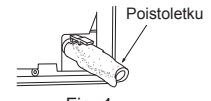
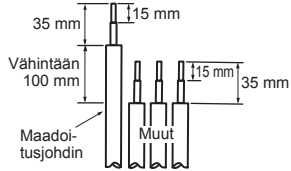

Fig. 4
Fig. 5
- 5) Aseta poistoletku kokonaan sisäyksikön takana oikealla olevaan poistoastiaan (Fig. 4).
- 6) Aseta poistoletku seinäreiän holkkiin (C) ja ripusta sisäyksikön yläosa asennuslevyyn (1). Siirrä sitten sisäyksikkö kokonaan vasemmalle. Tämä helpottaa putkien asettamista yksikön taakse.
- 7) Leikkaa välikappale irti pakkauksen vaahtomuovista ja aseta se sisäyksikön takana olevaan loveen. (Fig. 5)
- 8) Liitä kylmäaineputki jatkoputkeen (B).
- 9) Työnnä sisäyksikön alaosa paikalleen asennuslevyyn (1) ja kiinnitä osat samoin kuin irrottaessa, mutta vastakkaisessa järjestyksessä.